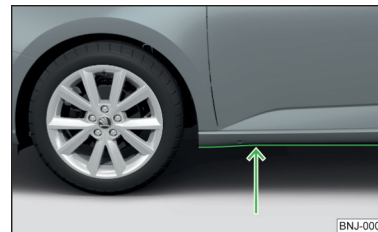

Abb. 124
- Daher vor einer Wasserdurchfahrt die Wassertiefe feststellen. Der Wasserstand darf maximal an die Unterkante des Unterholms reichen » Abb. 124.